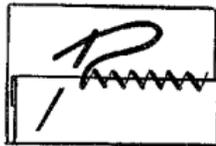

Рис. 5.8
*Подшивочные стежки* бывают трех видов: открытые, потайные и фигурные, используются для обработки подогнутых срезов. Открытый подшивочный стежок выполняется так же, как и обметочный, с той лишь разницей, что здесь припуск на подгиб захватывается иглой на расстоянии 0,2–0,3 см от среза, а основная ткань прокалывается иглой только на половину ее толщины, и стежок получается незаметным с лицевой стороны (рис. 5.8).